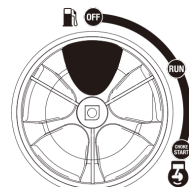

рис.10
1) Отключите потребители от генератора; 2) оставьте генератор в включенном состоянии в течение 3-4 минут; 3) установите переключатель ECO в позицию «ВЫКЛ.»; 4) установите переключатель 4 в 1 в положение «ВЫКЛ.» (цепь зажигания выключена, подача топлива выключена)(рис.10).